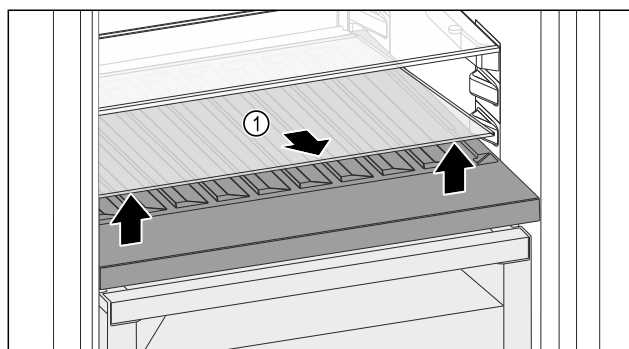

Fig. 123
- ▶ Podnieść płytę szklaną Fig. 123 (1) z przodu przy zagłębieniu i wyciągnąć.
- ▶ Przechować płytę szklaną Fig. 123 (1) w bezpiecznym miejscu poza urządzeniem.